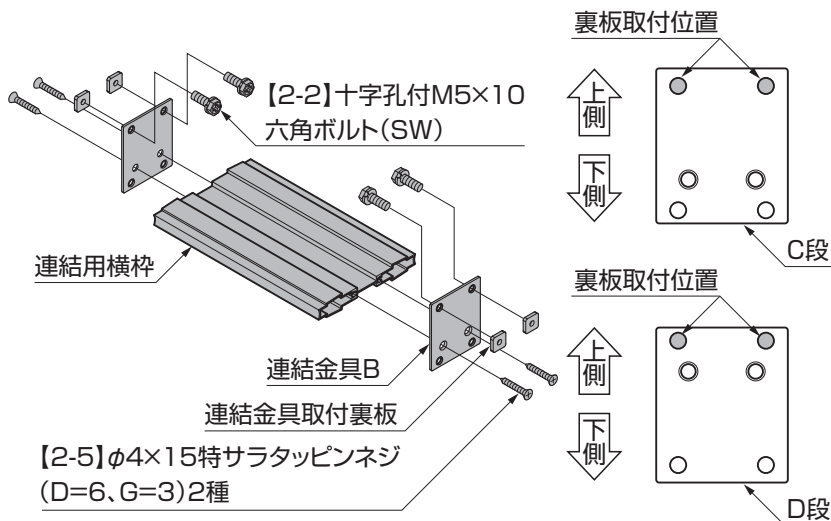

図4-4 C段・D段裏板取付詳細 ※図はC段の場合です。
- ①図に従い、取付けてください。C段とD段は連結用横枠と連結金具Bの向きを確認し【2-5】で固定してください。(図4-4参照)
- ②連結金具取付裏板を連結金具Bに【2-2】で仮止めしたあと、連結金具取付裏板をサイド支柱の溝に合わせスライドし、連結金具Bとサイド支柱を【2-2】で固定してください。